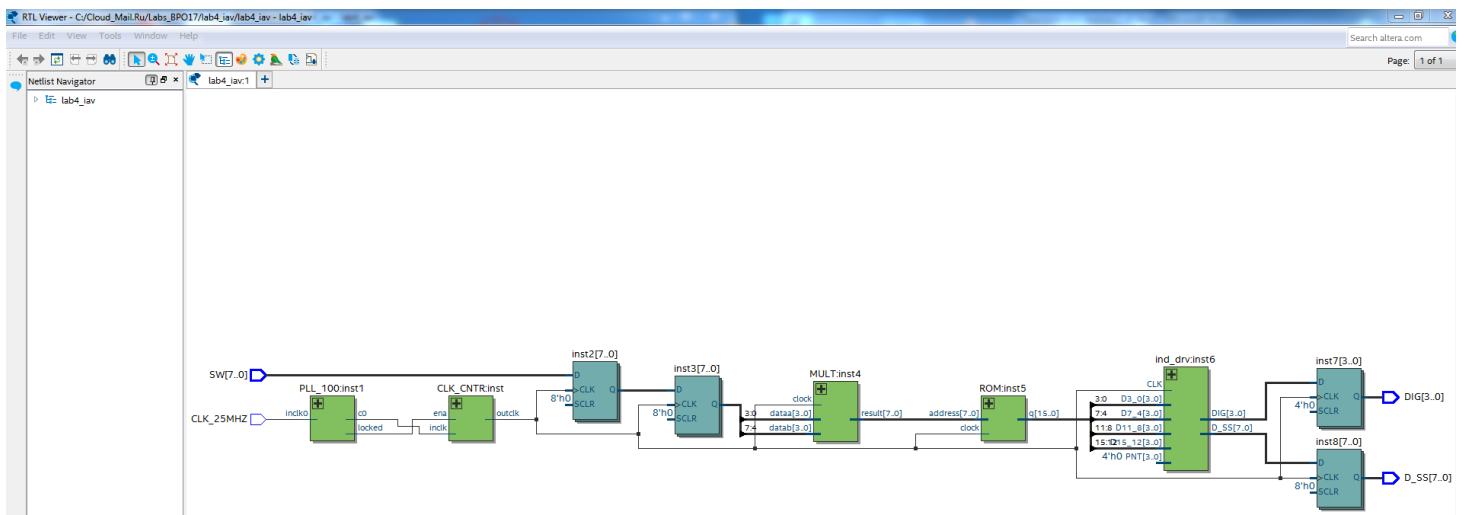

Рис. 40 Представление проектного файла в RTL viewer
9.1. Выполните **Tools=> Netlist Viewers=>RTL Viewer**. Откроется окно **RTL viewer**, где можно увидеть схематическое представление проекта в условных графических обозначениях и проанализировать ее функциональное соответствие задаче (рис. 40).